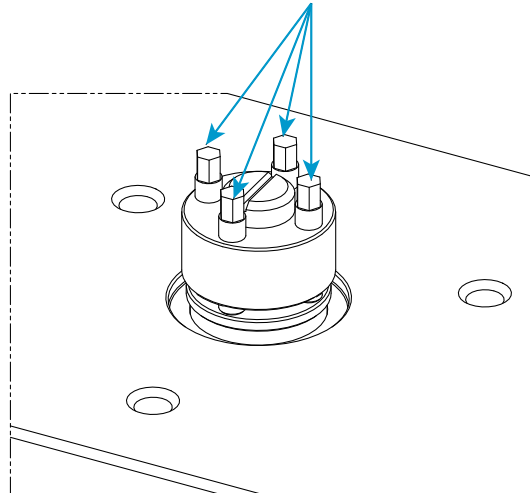

Abbildung 20. Mechanische Spannvorrichtungsbaugruppe
10. Ziehen Sie die vier Stellschrauben (siehe Abbildung 20) am mechanischen Spanngerät mit dem im mechanischen Spannsatz mitgelieferten Drehmomentschlüssel (80-9-11) mit dem passenden 5-mm-Inbusschlüssel (67-4-29) mit 14 N-m wie folgt an: